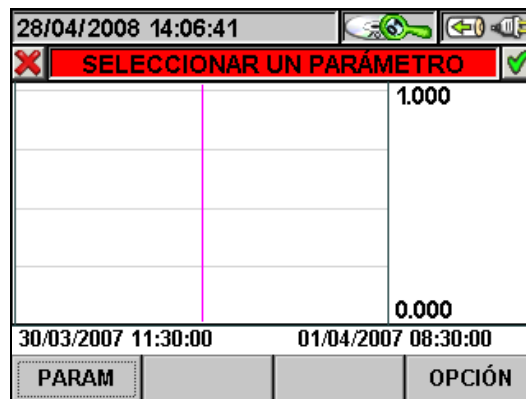

Fig. 81: Selección de un Parámetro
- La tecla **ESC** (o el icono para salir de la función y volver a la página “Selección de un Parámetro” (Fig. 81).
- La tecla **ESC** (o el icono ) para salir de la función y volver a la página “Selección de un Parámetro” (Fig. 81).
3. Pulse la tecla **ESC** (o el icono ) para salir de la función y volver a la página “Selección de un Parámetro” (Fig. 81).